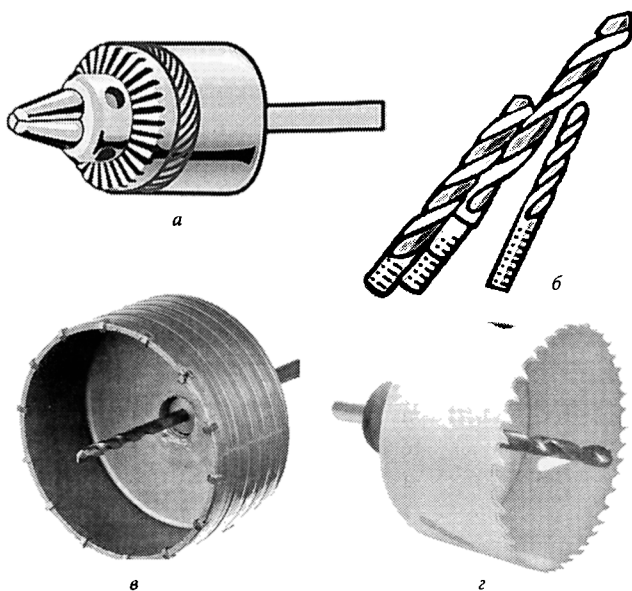

Рис. 2.57. Комплектующие перфоратора:
Как правило, перфоратор имеет быстроразъемный патрон, предназначенный для крепления буров и рабочих насадок со специальным хвостовиком, но не для обычных сверл по металлу и дереву с цилиндрическим хвостовиком. Объясняется это просто. При ударных нагрузках в режиме сверления с долблением кулачки патрона не могут долго удерживать рабочую насадку, ослабляясь при непрерывной вибрации. Если необходимо использовать перфоратор для сверления металла, дерева или пластика, нужно приобрести специальные переходники с зажимами кулачкового типа, которые вставляются прямо в головку инструмента (рис. 2.57, а). В некоторых моделях можно менять головки, присоединяя их непосредственно к перфоратору. Для выполнения различных видов работ существуют специальные насадки.
**Бур** (рис. 2.57, б) предназначен для сверления отверстий в бетоне и различного вида камне. Внешне похож на сверло по металлу или дереву. Отличается типом крепления и специальной вставкой — пластиной на вершине, изготовленной из твердых сплавов, чаще всего из победита. Бур не затягивается подобно сверлу, а вставляется в патрон, где фиксируется до щелчка, но не жестко, а с небольшим люфтом. Это делается для того, чтобы в ударном режиме бур
**Коронка по бетону** (рис. 2.57, в) — насадка, предназначенная для высверливания круглых отверстий в бетоне и камне. Значительно упрощает работу по созданию углублений для розеток скрытого типа. Имеет алмазное напыление и специальные режущие вставки из твердых сплавов по краю.
**Коронка по мягким материалам** (рис. 2.57, г) предназначена для высверливания отверстий в гипсокартоне, дереве, гипсе, пластике и даже в стекле. Для каждого материала существует свой